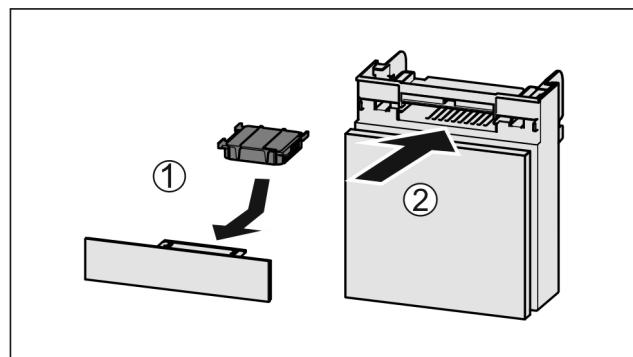

Fig. 144
- ▶ 按图装入 Fig. 144 (1) 活性炭过滤器。
- ▶ 推入 Fig. 144 (2) 抽屉。